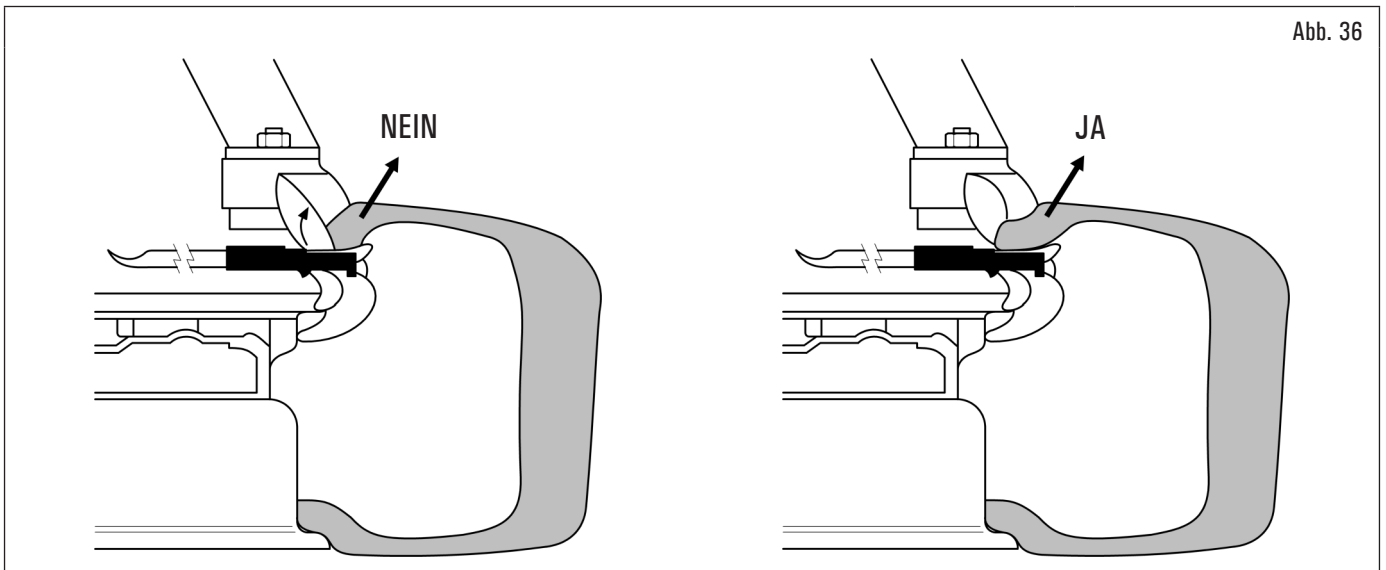

Abb. 36
9. bei der Demontage von harten Reifen kann es vorkommen, dass der Wulst mit gedrehter Lippe auf dem Montagewerkzeugkopf aufliegt. Dadurch rutscht der Wulst vom Hebel, wenn man mit der Rotation in Uhrzeigerrichtung beginnt. Zur Vermeidung muss der Reifen etwas in Gegenuhzeigerrichtung gedreht werden, bis die Lippe sich ausbreitet. Nun mit dem Abziehen in Uhrzeigerrichtung beginnen (siehe Abb. 36).